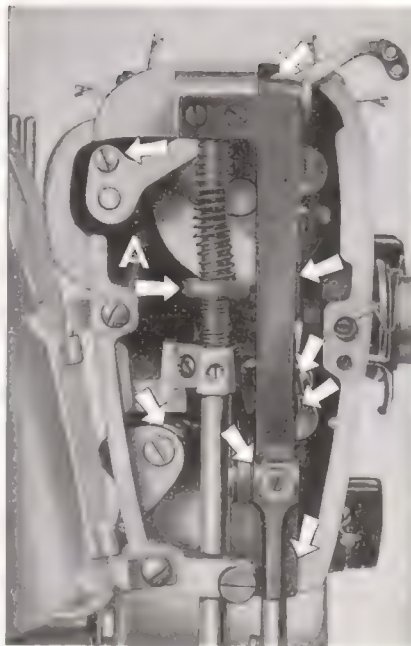

Abb. 64.
Dabei soll man die Maschine nur mit Öl *anfeuchten*. Viel Öl hat gar keinen Zweck, es rinnt nur heraus und beschmutzt die Näharbeiten. Abbildung 64 zeigt Öllöcher und Ölstellen, die vorne im oberen Arm der Maschine zugänglich werden, wenn man den Deckel öffnet.
3. Der Druck des Nähfusses ist zu schwach. Den Druck verstärken, indem man die Einstellmutter nach rechts dreht (A in Abb. 64).
6. Der Nähfussdruck ist zu schwach, besonders beim Nähen in dickem Stoff. Einstellmutter nach rechts drehen (A in Abb. 64).
3. Der Nähfussdruck ist zu stark. Die Einstellmutter (A in Abb. 64) nach links drehen.
1. Der Nähfussdruck zu gross. Die Einstellmutter etwas lösen (A in Abb. 64).